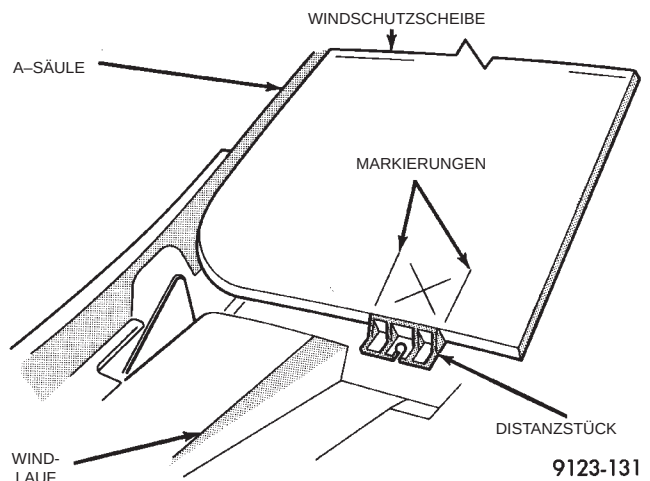
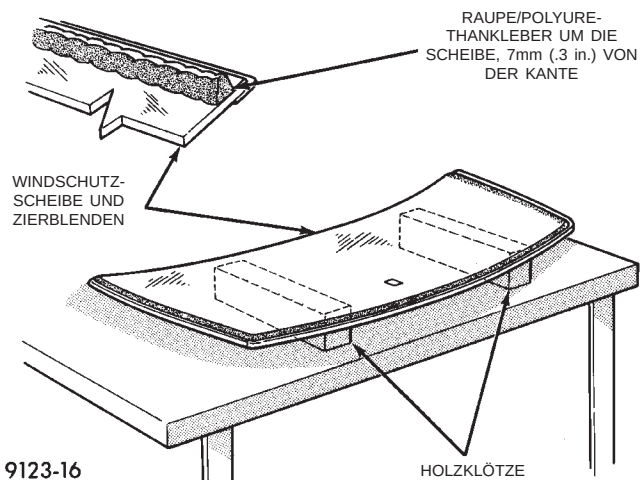

Abb. 2 Windschutzscheibe ausrichten und Markierung an den Distanzstücken
Abb. 3 Arbeitsfläche und Einbau der oberen Zierblende
(6) Schritt 3 bis Schritt 5 auf der gegenüberliegenden Seite der Windschutzscheibe wiederholen.
(7) Die Scheibe mit einem Fettstift oder Klebebandstreifen und Kugelschreiber als Referenz für den Einbau an den Stellen markieren, an der die Distanzstücke liegen (Abb. 2).
(8) Dann die Austausch-Windschutzscheibe aus der Scheibenöffnung nehmen.
(9) Windschutzscheibe mit der Innenseite nach oben auf eine geeignete Arbeitsunterlage auf zwei 10x10x50 cm (4 in. by 4 in. by 20 in.) große gepolsterte Holzblöcke legen, die parallel im Abstand von 75 cm (2,5 Fuß) aufgestellt sind (Abb. 3).